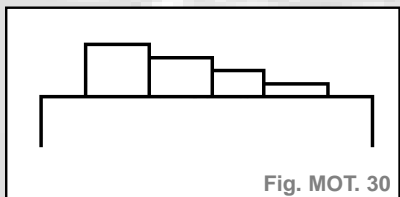

Fig. MOT. 30
- le dépassement soit en dégradé du cylindre n°1 au cylindre n°4 ou vice versa (fig. MOT. 30).